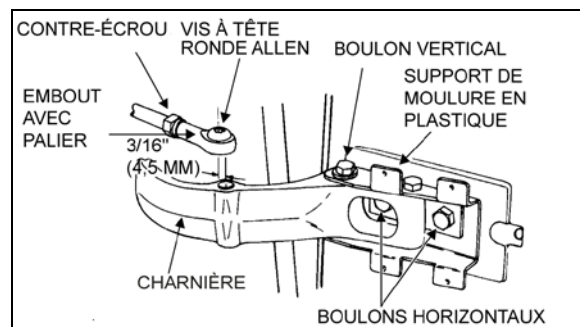

FIGURE 32 : CHARNIÈRE DE PORTE SUPÉRIÈRE 18058
2. Retirer la vis à tête ronde Allen et la rondelle qui maintiennent l'embout à rotule sur la charnière supérieure. Voir la Figure 32.